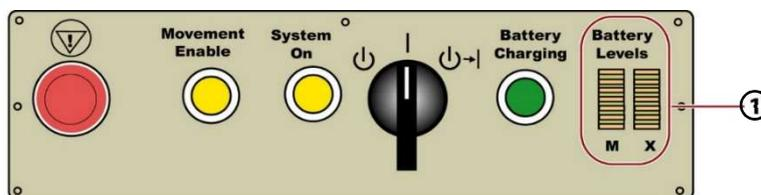

Abb. 1
Anzeigen am Akku-Ladegerät: Auf der in Abbildung 1 dargestellten IAS-Bedientafel zeigen die beiden senkrechten gelben LED-Balken (①) den Ladezustand der Bewegungsakkus (**M**) und der Röntgenakkus (**X**) an. Weitere Informationen zu den Akkuladezuständen, die durch die aufsteigend blinkenden LEDs angezeigt werden, finden Sie in der Bedienungsanleitung unter „Akkuladezustandsanzeigen“. Siehe „Benutzerleistungsprüfungen“ in der Bedienungsanleitung, um den ordnungsgemäßen Betrieb der Maschine sicherzustellen.